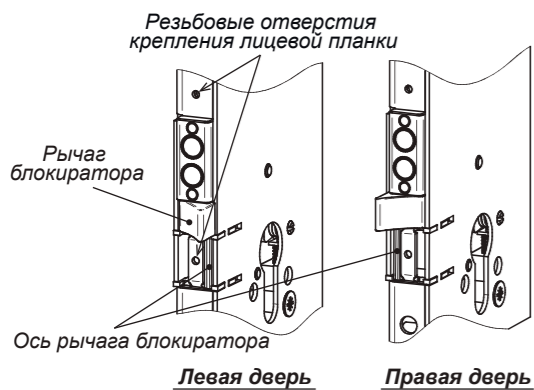

Рис. 4. Положение блокиратора на левой и правой двери
1. При поставке рычаг блокиратора замка ориентирован для установки на левую дверь. В случае необходимости установки замка на правую дверь необходимо изменить его положение (см. рис. 4). Для этого: